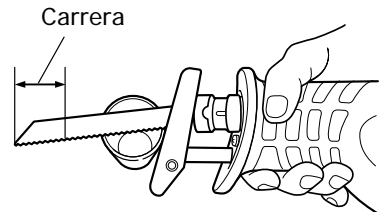

Fig. 14
- Seleccione una hoja de sierra del largo más apropiado. Lo ideal sería que el largo que sobresale de la base de la hoja de sierra después de restar la carrera sea mayor que el del material (consulte las Fig. 14 y 16).